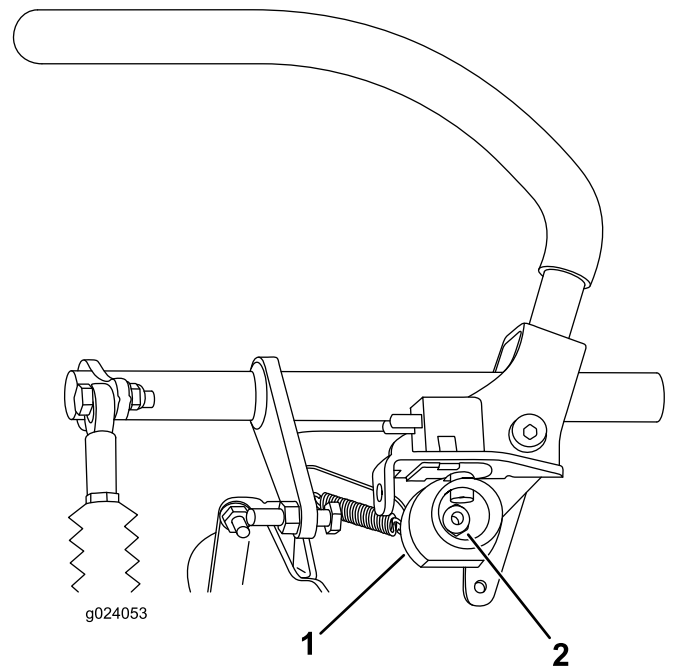

Bild 69
6. Lockern Sie die Mutter, mit der die Nocke befestigt ist (Bild 69).